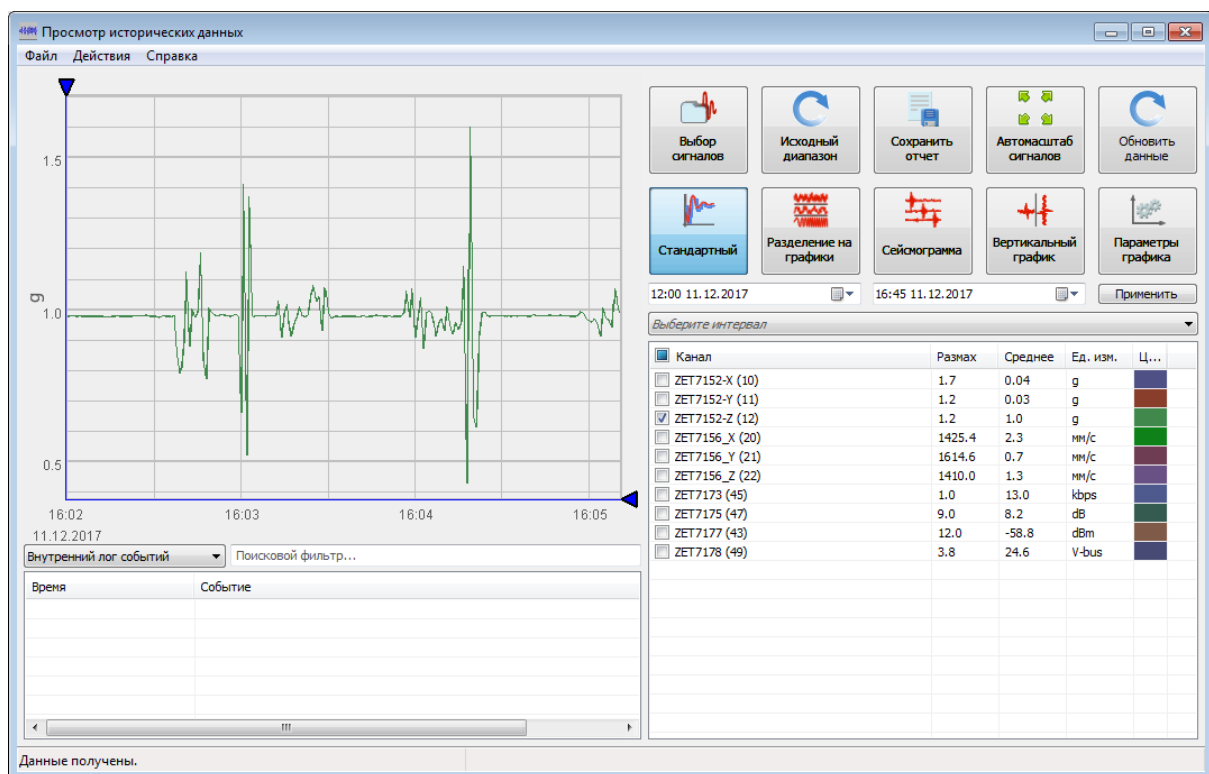

Рис. 3.4 Программа «Просмотр трендов»
7. В случае нажатия кнопки «ОК» откроется окно программы «Просмотр трендов» (Рис. 3.4), предназначенной для анализа записанных сигналов.